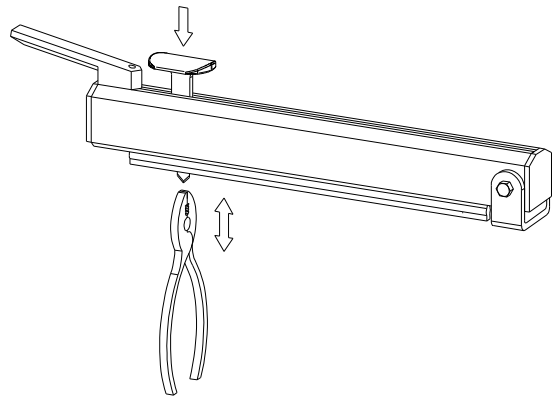

Fig2
5. Ist das Messer stumpf oder beschädigt, so kann man durch eindrücken des Messerschlittens das Messer aus der Halterung mit einer Zange entnehmen und ein neues Messer einsetzen (fig. 2).
5. Cuando la cuchilla está rota o deteriorada, se puede, apretando el botón rojo en la parte superior del brazo, sacar la cuchilla con unas pinzas y se sustituye por otra cuchilla (fig. 2).
5. Si le couteau est usé ou abîmé, on peut l'extraire de son support en pressant le bouton et en même temps le tirant à l'aide d'une pince. Agir de façon similaire pour le remplacer (fig. 2).
5. La lama usurata può essere sostituita semplicemente premendo il portalame, estraendo la vecchia lama e inserendone una nuova. E' consigliabile usare pinze (fig. 2).
5. Quando a lâmina deixar de cortar pode ser substituída, empurrando a lâmina retira-se introduzindo deops uma nova (recomenda se o uso de uma pinça fig. 2).
5. Når kniven er slidt eller knækket kan denne udskiftes ved at trykke knivholderen ned, hive kniven ud og isætte en ny. Det kan anbefales evt. at benytte en flattang. (fig 2).
5. Förslitning avskärning - Ett slött knivblad utbytes genom att pressa ned den röda knivhållaren och dra ut knivbladet rakt ned (lämpligen med hjälp av en tång) och trycka in ett nytt emellan den fjädringsbelastade plåten i knivsläden (fig.2).
5. En slitt kniv skiftes enkelt ved å trykke ned den røde knivholderen, dra ut den gamle kniven og skyv inn en ny. Kniven er meget skarp og det anbefales derfor å holde kniven med en tang (fig. 2).